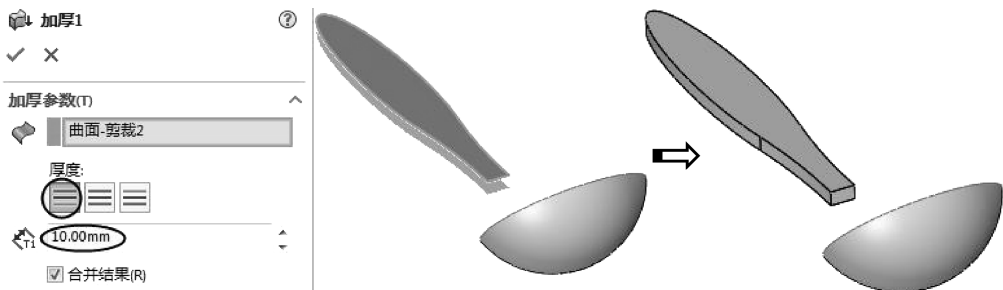

图 4-96 创建加厚
- 10 单击【加厚】按钮 加厚，打开【加厚】属性面板。选择剪裁后的曲面进行加厚，厚度为 10，单击【确定】按钮，完成加厚，如图 4-96 所示。